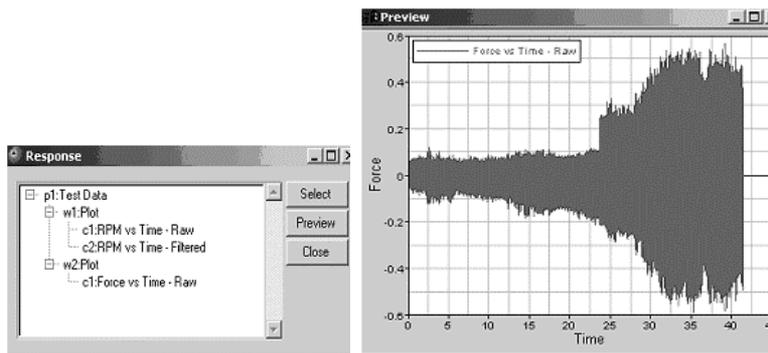

图 13-99 预览曲线
- (1) 单击在工具栏上的 Waterfall (🌈) 按钮进入面板。
- (2) 确认 Plot Type 下选择的是 Frequency 和 Time。
- (3) 在 Response Field 中为 Data Curves 单击“曲线选择”(📌)按钮。
- (4) 选择 Force vs Time -Raw 曲线。
- (5) 单击 Preview 按钮来显示曲线，如图 13-99 所示。
- (6) 单击 Select 按钮。
- (7) 确认在 Response 下的相关曲线为 p1w2c1。
- (8) 为在 Waterfall slices 的 Number 中输入 100。
- (9) 勾选 Contour waterfall 复选框。